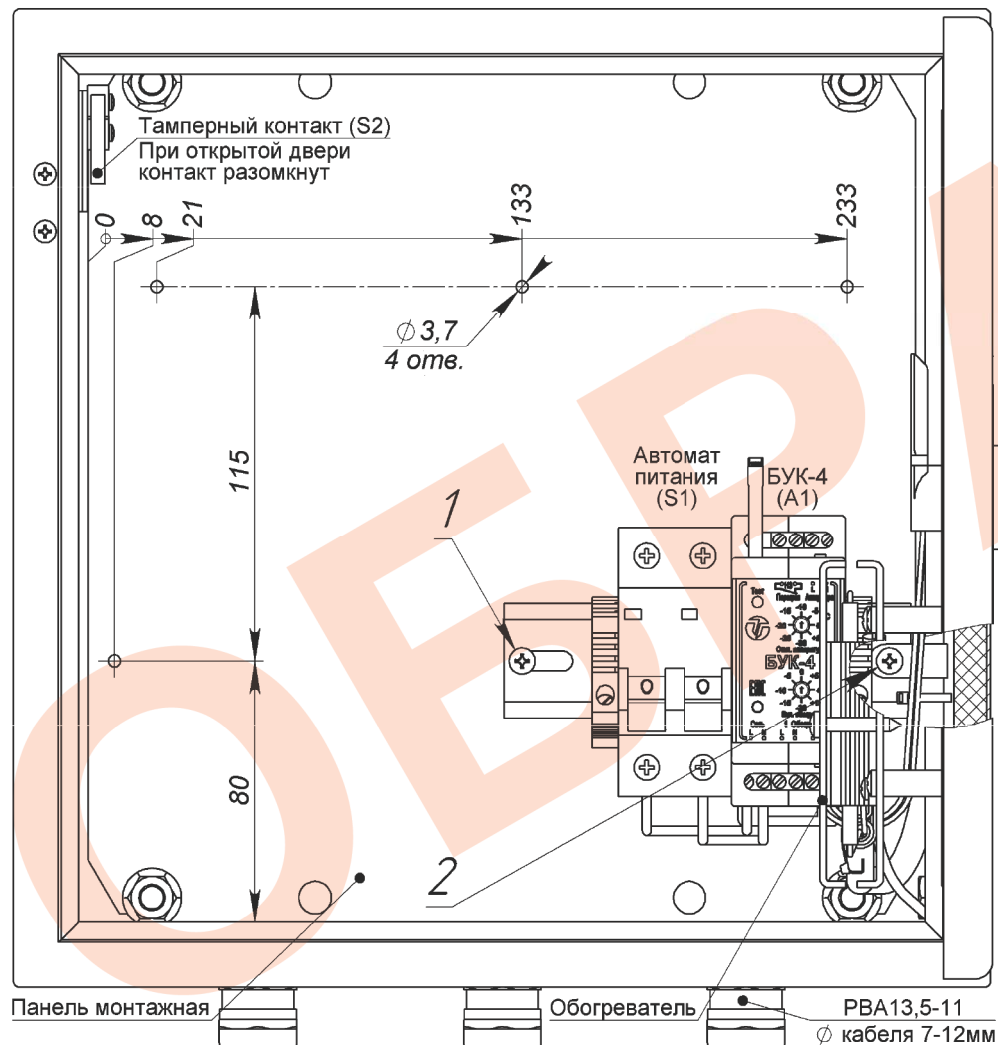

Рис.1. Устройство термощафа (дверь открыта на 90°)
Для установки в термощаф телевизионного (электронного) оборудования необходимо извлечь монтажную плату (рис.1) из термощафа, для чего необходимо:
3. Снять с монтажной платы DIN-рейку с установленными на ней автоматом питания S1, и блоком управления климатом БУК-4, выкрутив крепящие DIN-рейку саморезы 1 и 2 (рис.1).